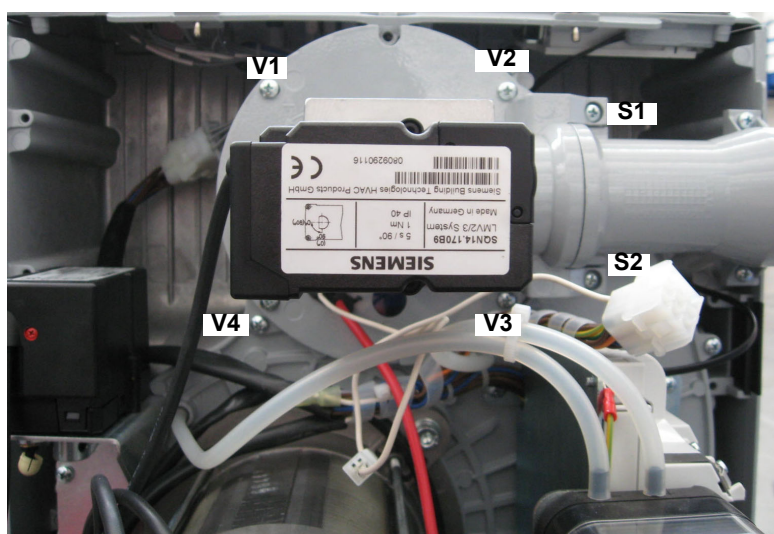

Fig. 30
- 1 Retirez les 4 vis V1, V2, V3, V4 et la paire de vis S1 et S2 (Fig. 30).